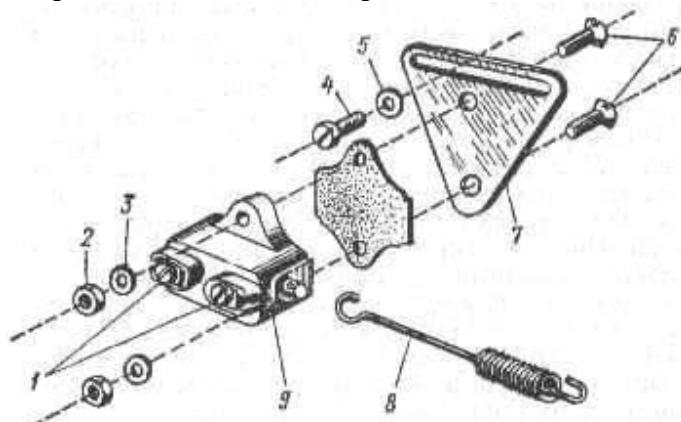

Рис. 27. Детали включателя стоп-сигнала:
5. В положении поршня в в.м.т. установить зазор между контактами верхнего прерывателя (для правого цилиндра), равный 0,35-0,40 мм. Для регулировки зазора необходимо ослабить винт 8 (рис. 27), крепящий основание наковальни (неподвижного контакта), и повернуть основание в сторону увеличения или уменьшения зазора.
Включатель стоп-сигнала (рис. 27) расположен в нижней части правого инструментального ящика мотоцикла и крепится винтом 4, проходящим через регулировочный паз в кронштейне, выполненном в виде треугольной пластины. К пластине двумя винтами 6 с потайными головками крепится корпус 19 включателя стоп-сигнала. Между корпусом и крышкой находится прокладка из электроизоляционного материала.